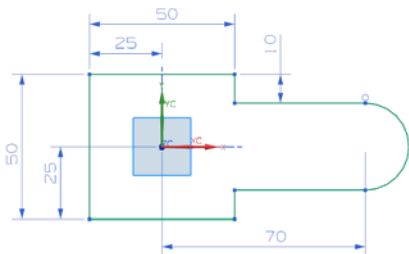

图 3-68 轮廓草图
(2) 单击 按钮，选取 XC-YC 平面为草图绘制面，绘制轮廓草图，如图 3-68 所示。单击“完成” 图标，草图绘制完毕。